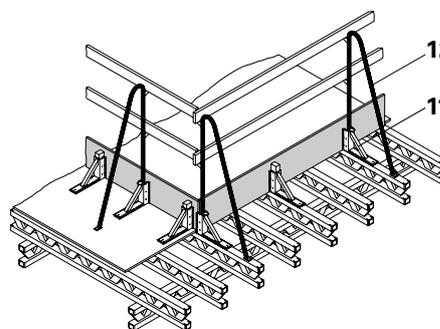

Fig. A4.02
- Inserir guarda-corpos AW (12) e fixar com pregos atrás. (Fig. A4.02)